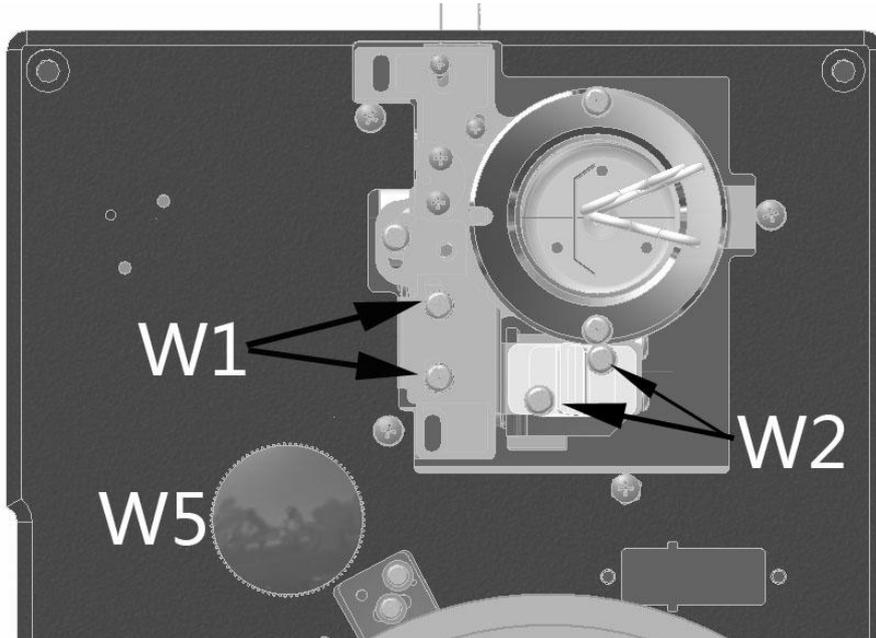

图 6.1.3.3
2.更换钨灯（图 6.1.3.4 箭头 W4），换好后将钨灯灯座装回灯室。
3.打开电源，移动波长到 580nm，使灯室光源切换到钨灯，拔下单色器上的黑圆盖（图 6.1.3.3 箭头 W5 位置），检查光斑是否对准狭缝（图 6.1.3.2）。